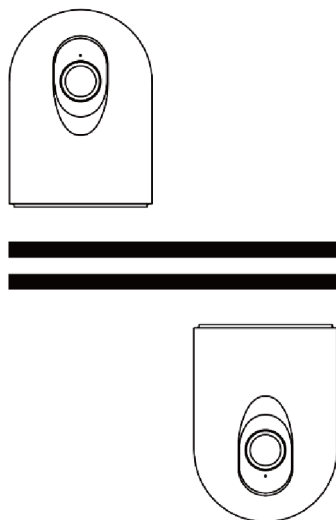

図4: カメラの設置オプション
- b. デバイスの向きには2つのオプションがあります：(1) 正しい向きで取り付けるか、(2) 逆さまに取り付けるか (図4参照)。